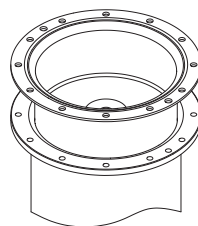

図4-6
- 【2】 ダイヤフラムの外周部を両手で持ち、折り込み部をていねいに上に引き出します。(図4-6参照)